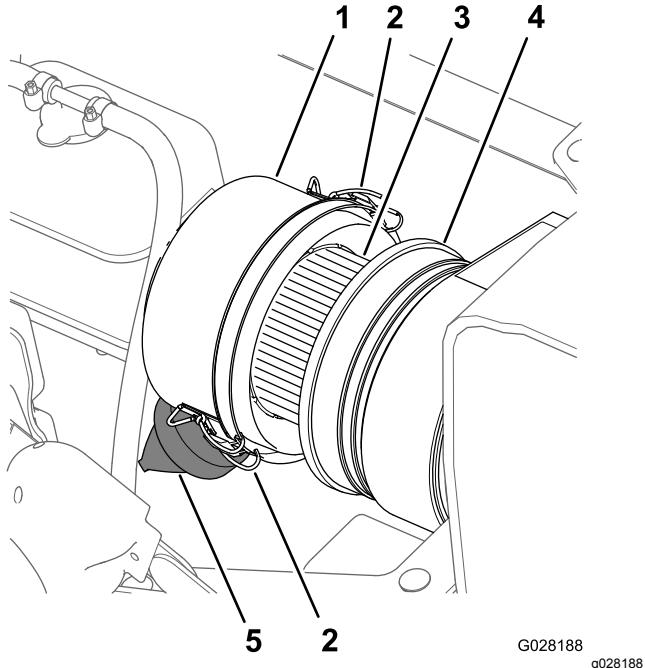
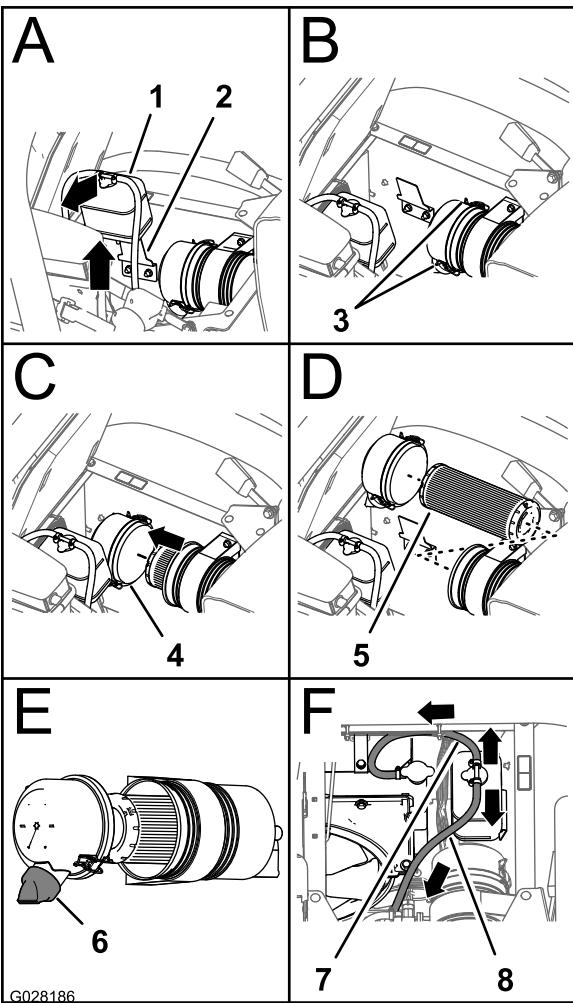

図 49
図 50
3. エアクリーナのボディーとダストキャップをきれいに拭く図 49。
4. エアクリーナ本体にリーク原因となる傷がないか点検してください図 49。
5. ダストバルブをもんで、内部のごみを除去する図 49。
7. エアフィルタのエレメントが汚れすぎていなか点検する図 49。
8. エアクリーナのボディーにダストキャップを取り付け、ラッチ2個で固定する図 49。
2. エアクリーナのボディーとダストキャップをきれいに拭く図 49。
3. 冷却液オーバーフロータンクを持ち上げてブラケットから取り外す図 50。
4. ダストキャップをエアクリーナーのボディーに固定しているラッチ2つを外す図 50。
6. ぬれたウェスを使って、ダストキャップ、エアクリーナーのボディー、ダストバルブの内部をきれいに拭く図 49 と 図 50。
7. エアクリーナーボディにフィルタエレメントを取り付ける図 50。
8. エアクリーナーのボディーにカバーを取り付け、ラッチ2個で固定する図 50。
**注** ダストバルブは、後ろから見たときに時計の5時-7時の方向になるように取り付けてください図 50。
9. 冷却液タンクを、ROPSシールドのサポートブラケットにきっちりと入れる図 50。
**重要** 図 50 のように、圧力逃がしホースが前を向いて下へ、タンク通気ホースが後方を向くように取り付けてください。